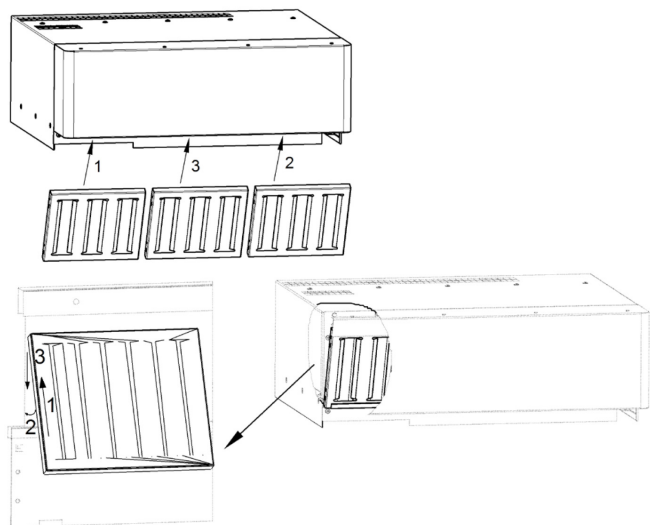

Рисунок 5: Жироулавливающие фильтры в зонте 623
- Процедура установки фильтров в зонт 623 аналогична описанной выше (рис. 5).